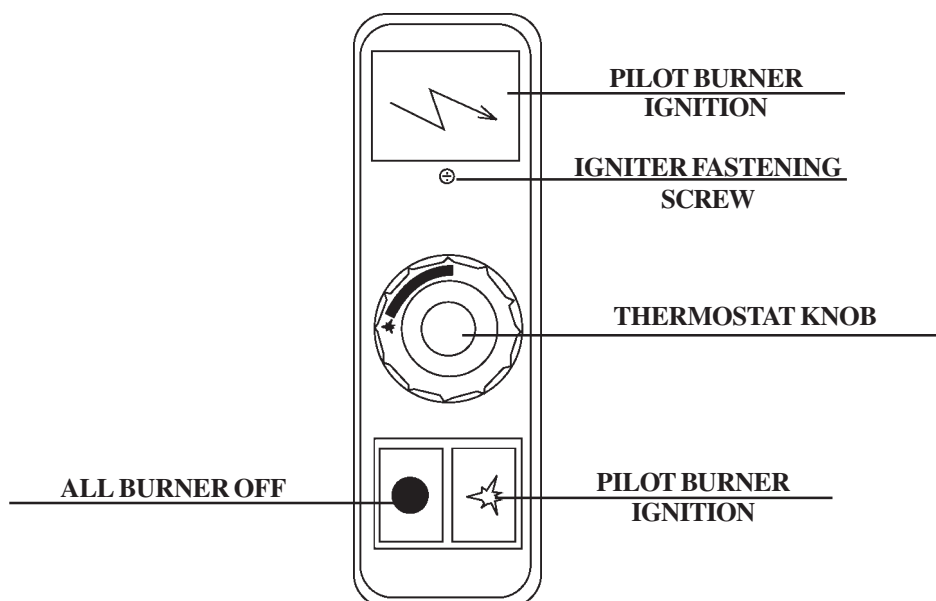

Fig. 10
5.1 IGNITING THE PILOT (FIG. 10)